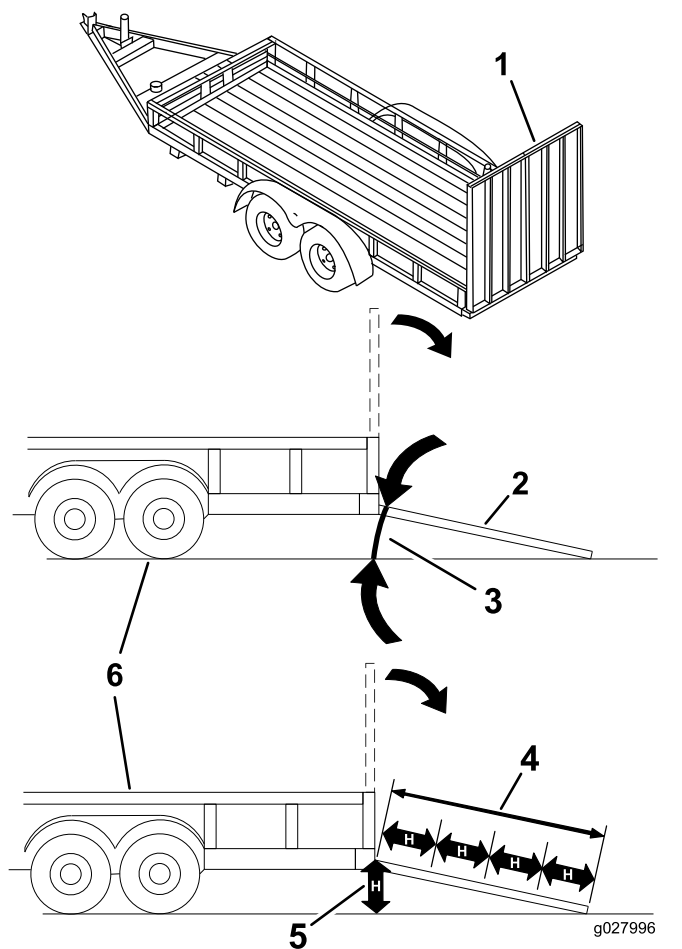

Рисунок 34
При погрузке машины на прицеп или грузовик возникает повышенная вероятность опрокидывания, что может привести к получению тяжелой травмы или гибели (**Рисунок 34**).
3. Опустите наклонный въезд, убедившись, что угол между наклонным въездом и землей не превышает 15 градусов (Рисунок 34).